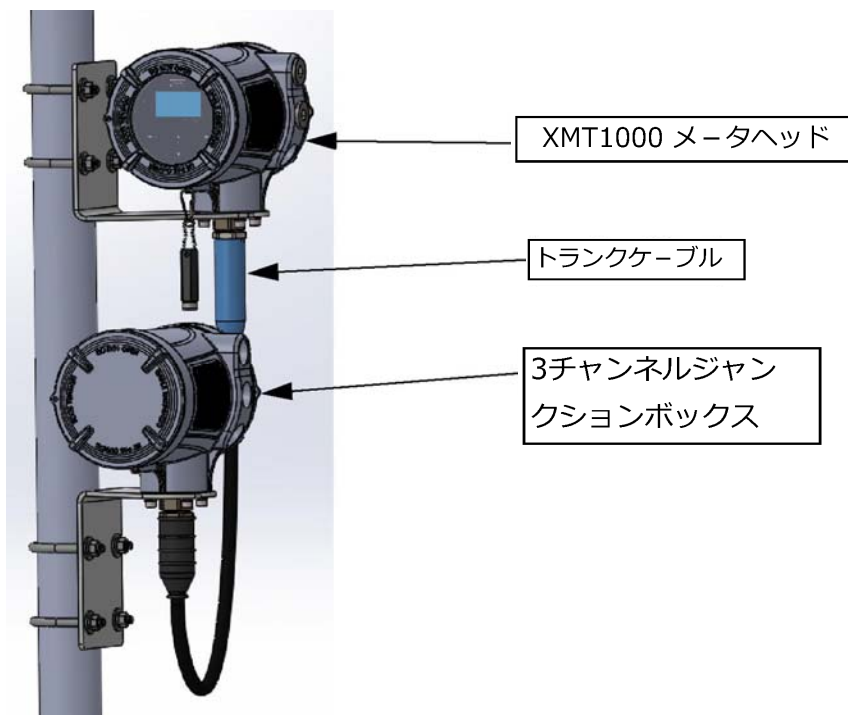

図 44: XMT1000 トランクケーブルの位置
1. 6 コンダクタケーブルトランクの MCX 側の端を XMT1000 メータのヘッドに通し、ケーブルの BNC コネクタ側の端を 3 チャンネル接続ボックスに通します (図 44 を参照)。